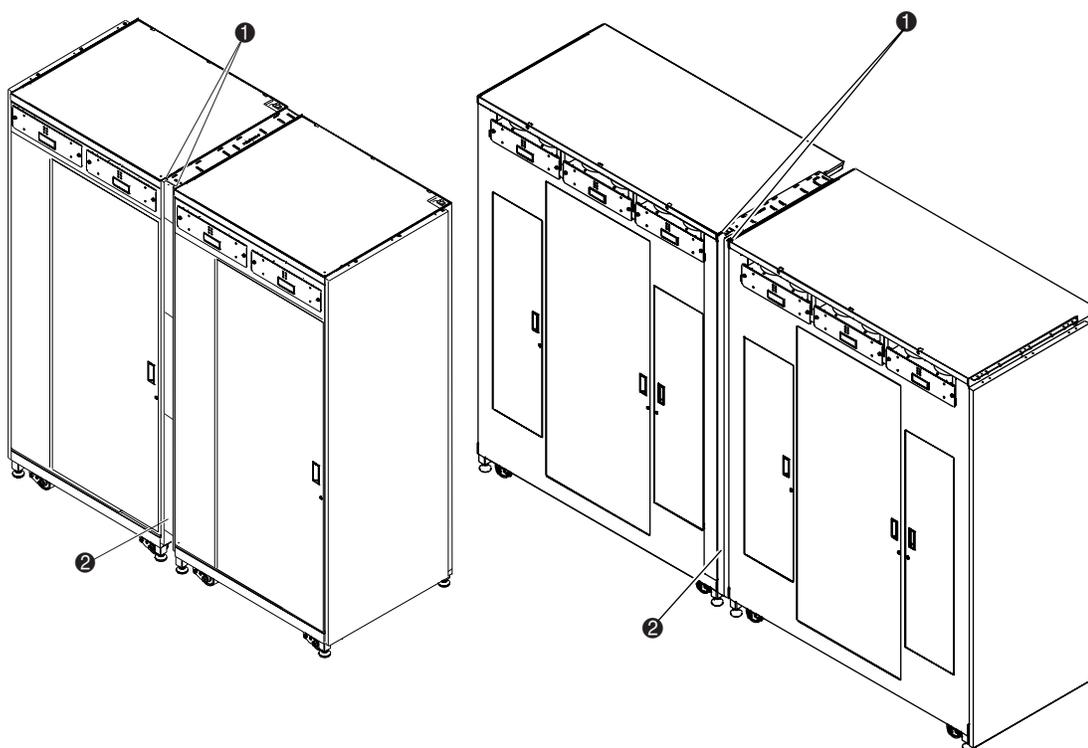

Figura 2-18. Installazione del pannello posteriore
2. Spostando i due pannelli come una sola unità, installare i due fermi inferiori ① nelle fessure corrispondenti nel canale di collegamento inferiore del cabinet e abbassare la serie di pannelli finché i bordi superiori dei pannelli appoggiano su ciascuno dei due bordi della libreria.
3. Inserire le viti (N/P 0615112) per fissare il pannello posteriore alla piastra di collegamento del cabinet superiore (❶ Figura 2-18).